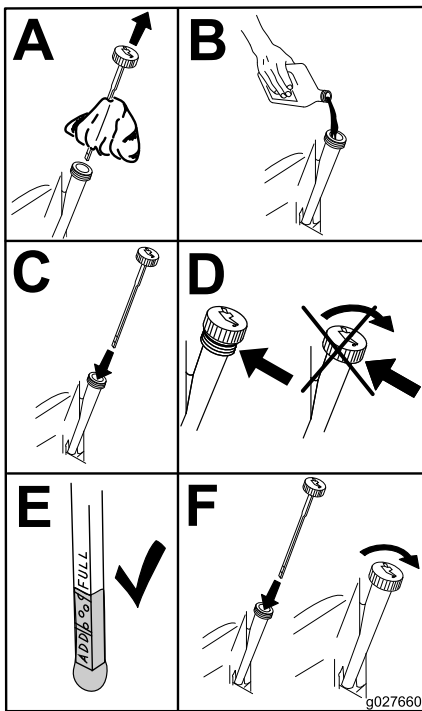

Bild 46
5. Gießen Sie langsam ungefähr 80 % der angegebenen Ölart in den Einfüllstutzen und füllen Sie dann vorsichtig mehr Öl ein, um den Ölstand an die **Voll**-Markierung zu bringen (Bild 46).